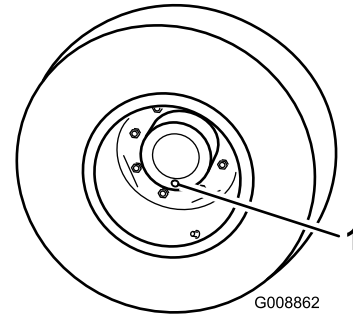

Bild 81
1. Positionieren Sie das Rad so, dass eine Prüfschraube auf der untersten Position (6 Uhr) steht (Bild 81). Parken Sie die Maschine auf einer ebenen Fläche, aktivieren Sie die Feststellbremse, senken die Mähwerke ab, stellen den Motor ab und ziehen den Schlüssel ab.